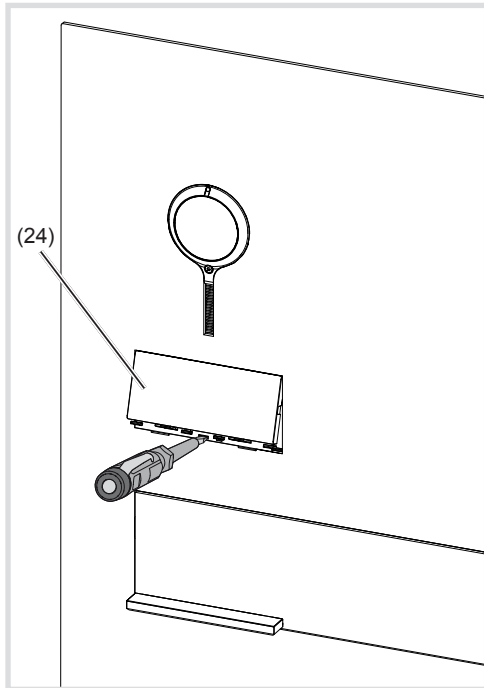

Bild 18: Demontage Ruftaster-Modul Aufsatz
- Ruftaster-Modul Aufsatz in der unteren Hebelöffnung mit dem Schraubendreher nach oben drücken und nach vorne führen (Bild 18).